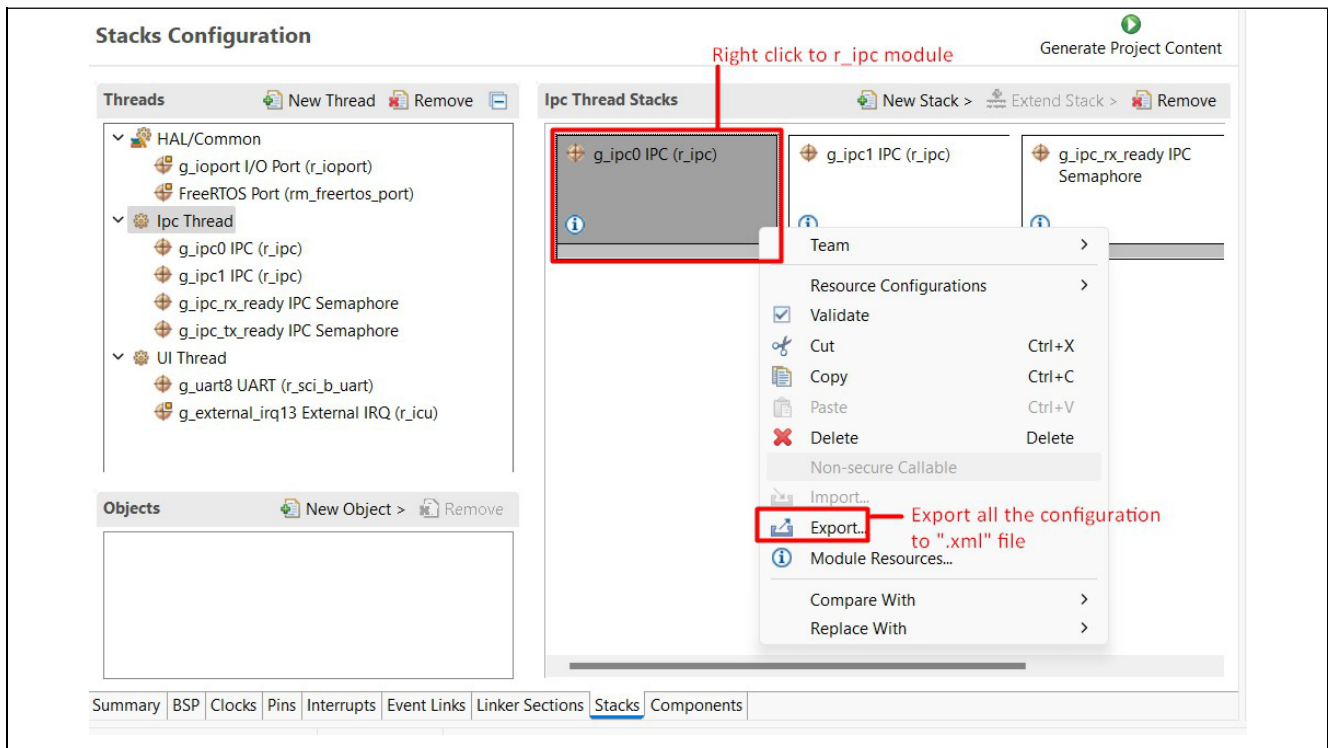

図80. RA8P1\_DSP\_example\_cpu1でのFSPスタックのエクスポート
2. **Ipc Thread**配下の各モジュールを右クリックし、図80に示すように**Export**を選択します。